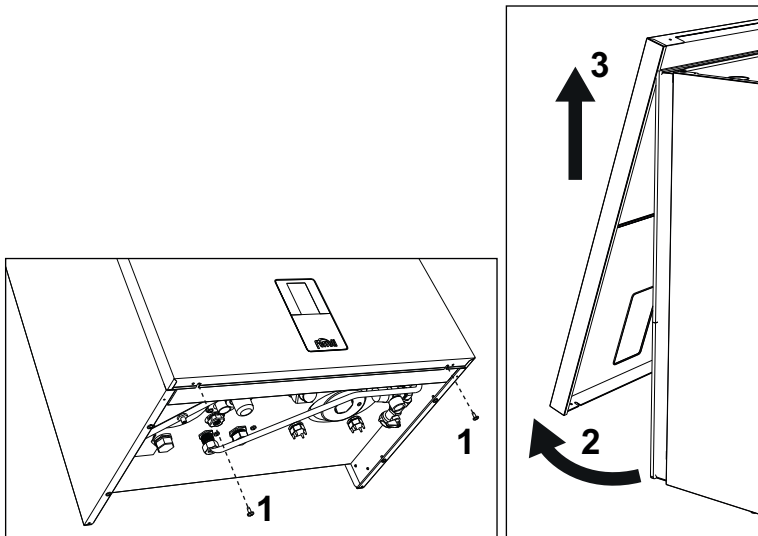

fig. 41- Apertura del panel frontal
1. Desenrosque los tornillos "1" (véase fig. 41).